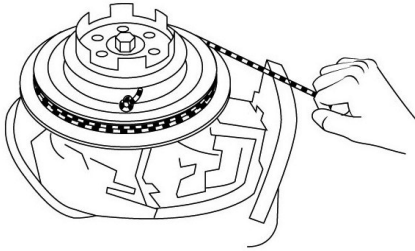

Рис. 44 Запуск двигателя
8. Завяжите на свободном конце шнура узел. Вставьте конец шнура с узлом в паз на маховике и намотайте шнур несколько раз вокруг маховика по часовой стрелке (Рис. 44).